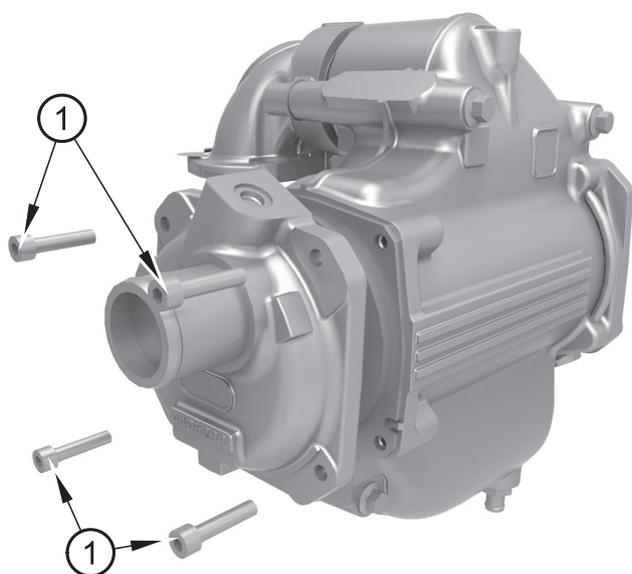

Figura 24
6. Rimuovere il tappo terminale svitando i bulloni (figura 24 voce 1).